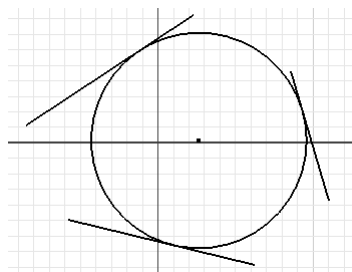

图 2-11 绘制相切圆
(2) 通过圆工具还可创建与三条不共线直线同时相切的圆，单击圆工具右侧小箭头，在打开的工具选项中选择相切圆工具，然后选择三条直线，即可创建相切圆，如图 2-11 所示。